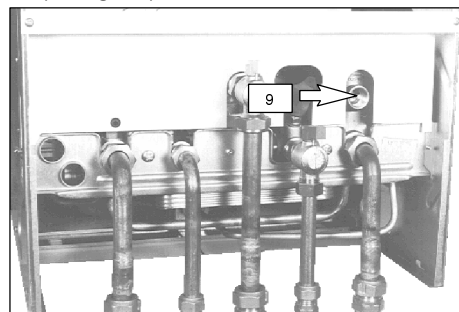

fig. 3.4
- Collegare lo scarico della valvola di sicurezza (9 in fig. 3.4) ad un imbuto di scarico.